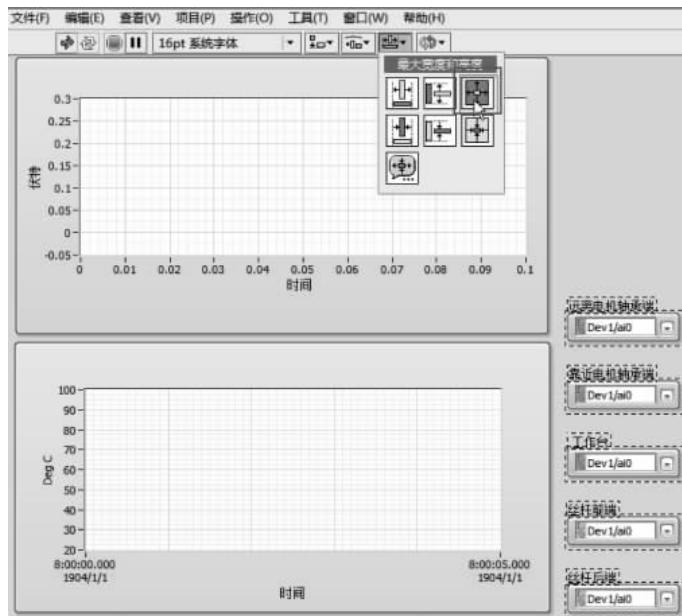

图 3-37 设置控件等宽等高
(3) 等宽和等高。单击工具栏中“调整对象大小”→“最大宽度和高度”图标,如图 3-37 所示。